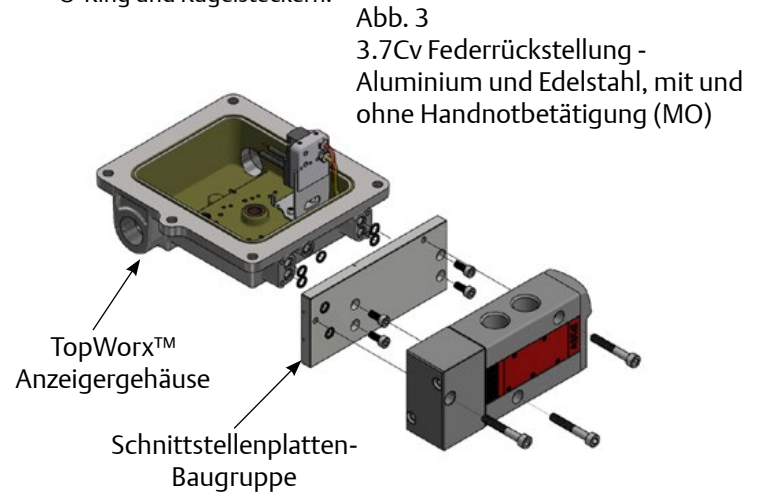

Abb. 3
Die Handnotbetätigung wird mit Symbol (H) in Abbildung 3 angegeben. Die Handnotbetätigung gewährt, wenn gewünscht oder bei einem Stromausfall, die manuelle Bedienung. Siehe Abbildung 4 für den Betrieb mit Handnotbetätigung. Um das Ventil manuell zu nutzen, einen Schraubendreher in den Pfeilschlitz einsetzen, die Handnotbetätigung vorwärts bis zum Anschlag drücken, und dann so weit wie möglich bis „2“ drücken. Das Ventil befindet sich jetzt in derselben Stellung, wie wenn der Magnet erregt ist. Um die Handnotbetätigung wieder zu deaktivieren, den Pfeilschlitz so weit wie möglich zu „0“ drehen.